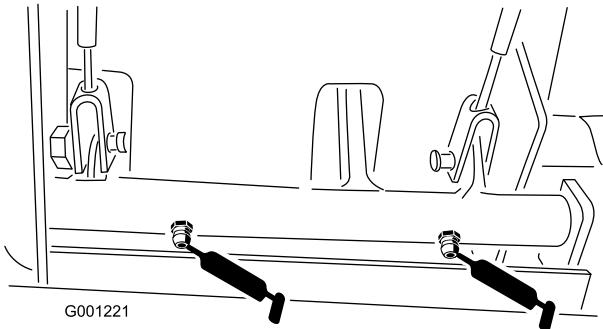

図 38
- ・ ブレーキのピボット・ブッシュ(図 38)
- ・ ブレーキケーブル(ホイール側とペダル側の端部)(図 38)